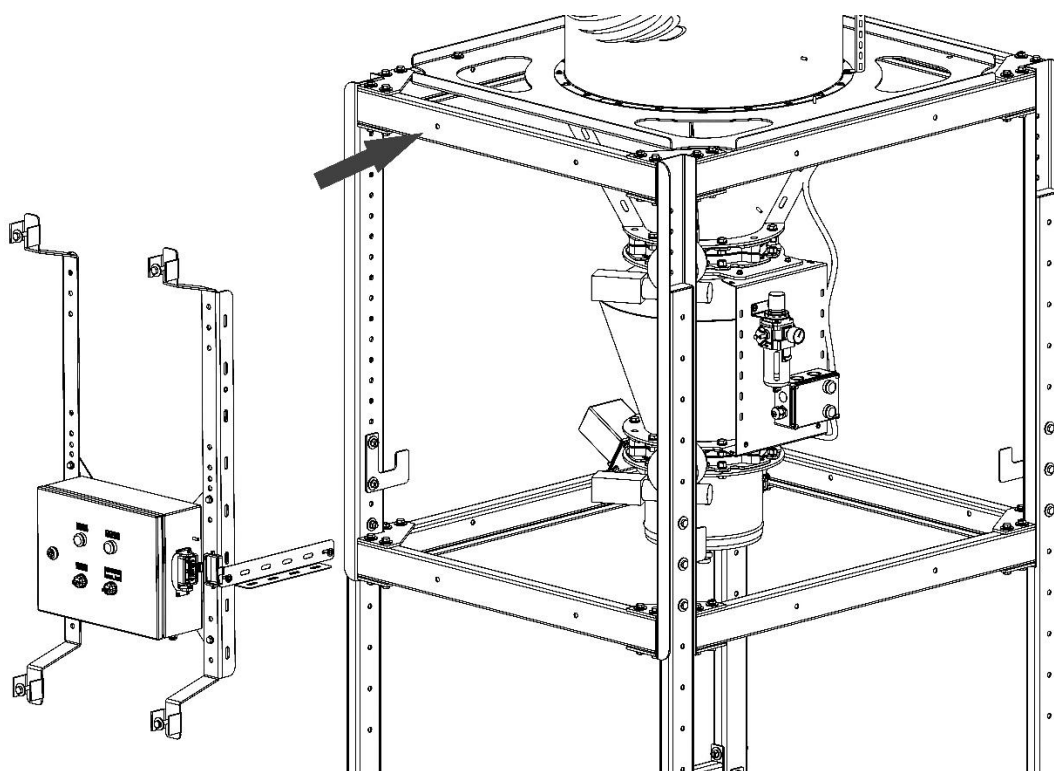

Рисунок 14
5.4.5 При необходимости для обеспечения удобства последующего обслуживания шкаф управления разрешается перевесить (рисунок 14). Отверстия для крепления шкафа управления предусмотрены с четырёх сторон опоры.